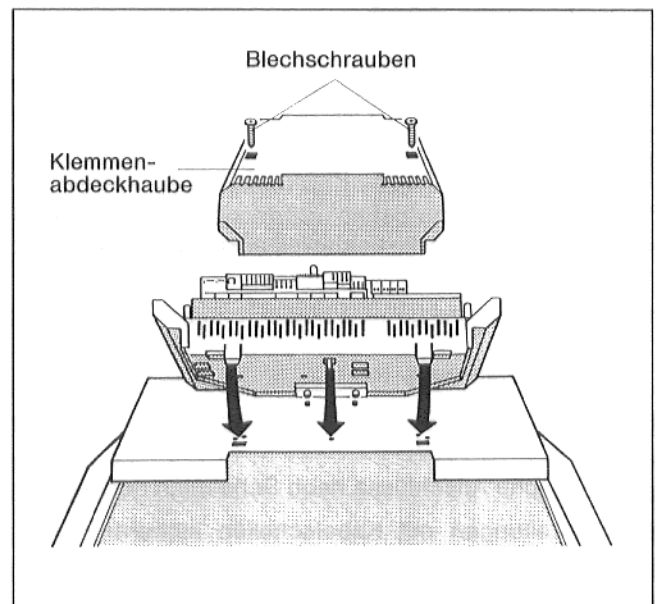

Abb. 15 – Prinzipabbildung
- Die beiden Blechschrauben der Klemmenabdeckhaube des Regelgeräts herausdrehen. Klemmenabdeckhaube entnehmen (Abb. 15).
- Regelgerät so aufsetzen, daß sich die Einschiebehaken vorne in die ovalen Bohrungen einführen, Regelgeräte nach vorne ziehen und anschließend nach hinten abkippen, bis die beiden elastischen Haken rechts und links einrasten (Pfeile – Abb. 15).
- Klemmenabdeckhaube aufsetzen und mit 2 Blechschrauben verschrauben (Abb. 15).